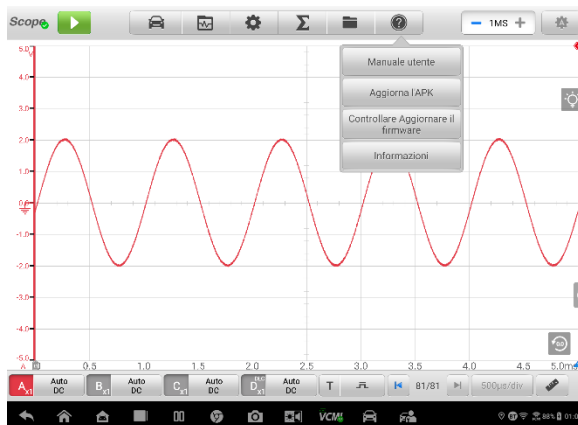

Figura7-2 Schermata di aiuto
1. Tocca il pulsante **Guida** nella barra degli strumenti superiore dello schermo. Verrà visualizzato un menu a discesa. (Vedi Figura7-2 Schermata di aiuto.)